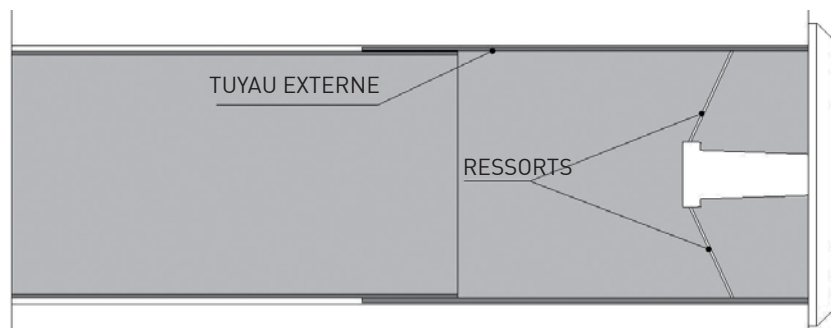

Fig. 6
2. Insérez la grille « intérieur extérieur » en comprimant les ressorts sur le tuyau externe (fig.6)